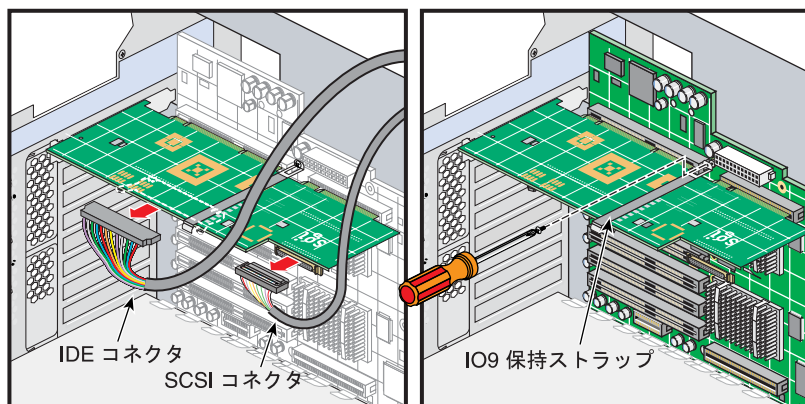

図 3-16 ケーブルと保持ストラップの取外し
1. IO9 ボードから SCSI ケーブルと IDE ケーブルを取外します。PCI 保持ストラップを緩めます (図 3-16 を参照)。